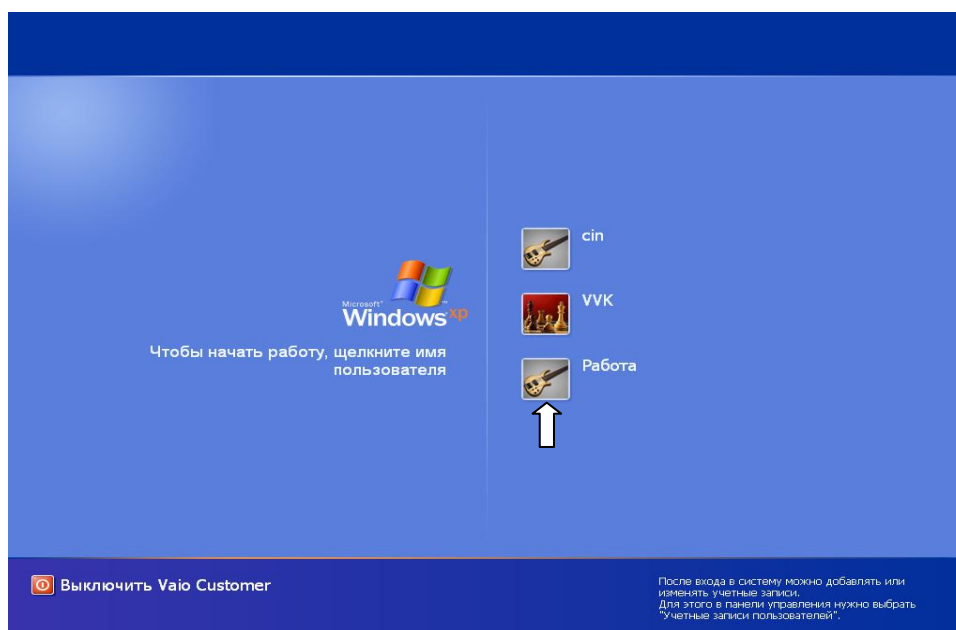

Рис.3.2.1.
3.2.2. При появлении на экране монитора окна, показанного на рис.3.2.1,